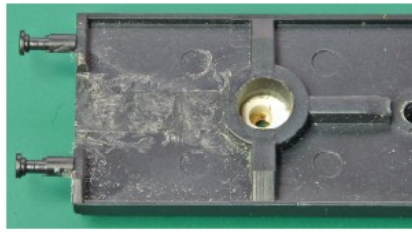

Bild 2
5. An Unterkante Bodenteil im Bereich der KKK den Steg entfernen, auch zwischen den Puffern, so das die KKK am Oberteil anliegen kann Bild 2